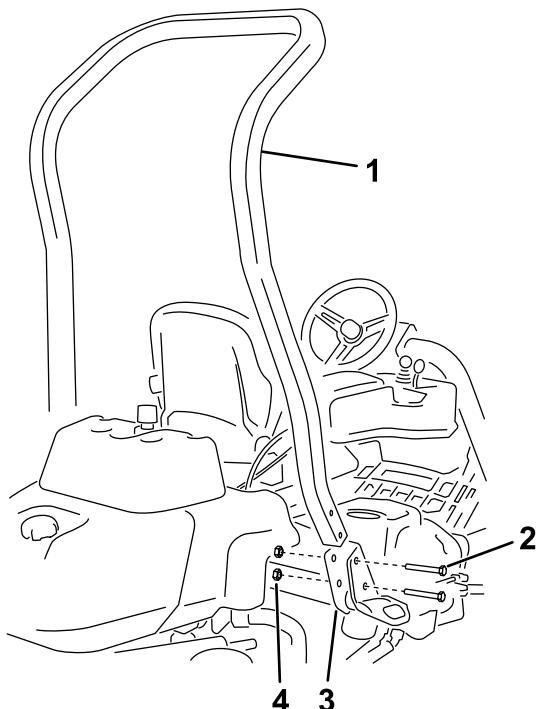

Figura 3
- Utilizzate 4 bulloni (½" x 3¾") e 4 dadi flangiati (½") per montare il roll bar nelle staffe del ROPS su ciascun lato della macchina, come illustrato nella Figura 3.